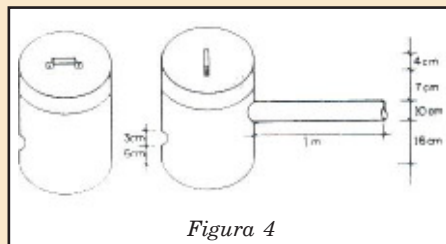

Figura 4
- Fazer um buraco de 10cm de diâmetro, 16cm acima da base inferior do tambor de 200 litros, soldando-se no buraco o cilindro do mesmo diâmetro. No lado oposto do tambor, onde foi fixado o cilindro, abre-se um buraco de 3cm de diâmetro, localizado a 6cm da base do mesmo (Figura 4).